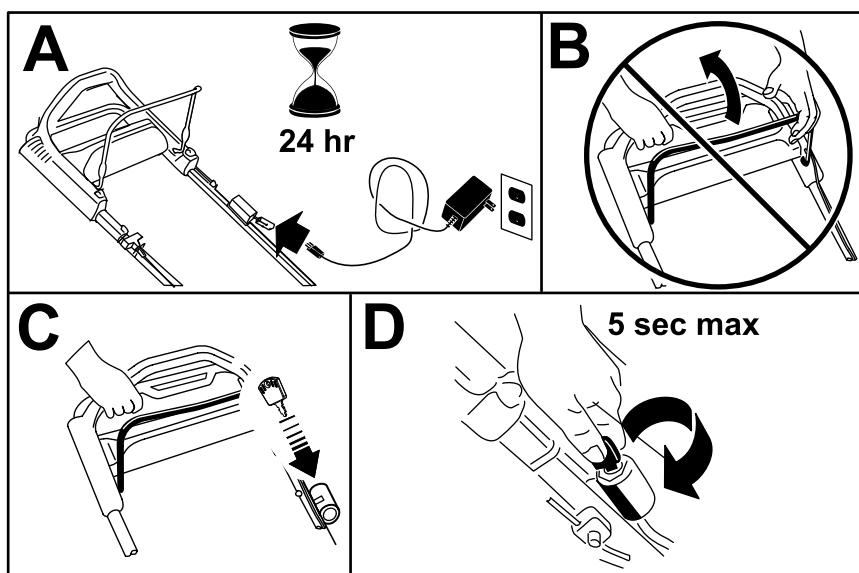

Figure 15
1. Chargez la batterie pendant 24 heures avant d'utiliser la machine pour la première fois (A de Figure 15).
- Important:** N'essayez pas de démarrer le moteur si la barre de commande des lames est engagée au risque de faire griller le fusible (B de Figure 15).
2. Introduisez la clé dans le commutateur d'allumage (C de Figure 15).
3. Tournez la clé de contact et maintenez-la à la position de démarrage, puis relâchez-la (D de Figure 15).